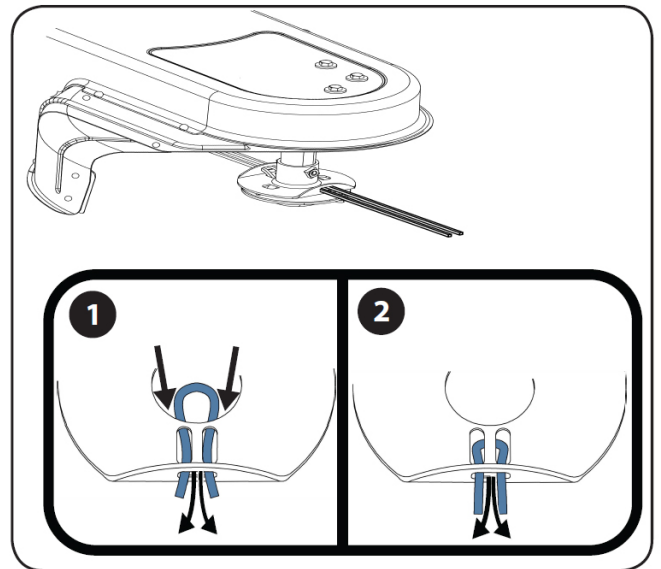

Figure 5-3
4. Croisez les extrémités du fil et tirez-les fermement pour fixer le fil de coupe en place. Voir Figure 5-3.